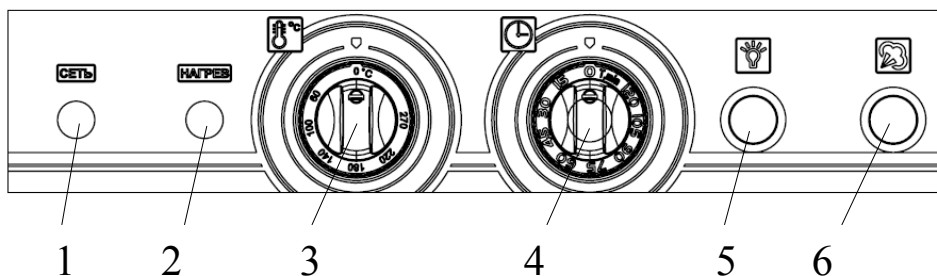

Рис.1
3.13. Панель управления представлена на рис.1